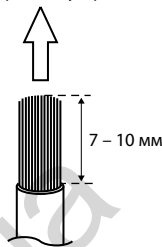

Рис. 8
2. Снимите изоляцию с концов выводов провода примерно на 7–10 мм. (Рис. 8)